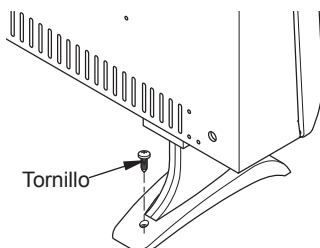

Figura 13 - Fijar el calentador al piso
5. Coloque el calentador en la ubicación deseada. Asegure las patas de base en el suelo mediante el uso de dos tornillos de cabeza autorroscantes Phillips (incluidos) (consulte la Figura 13).